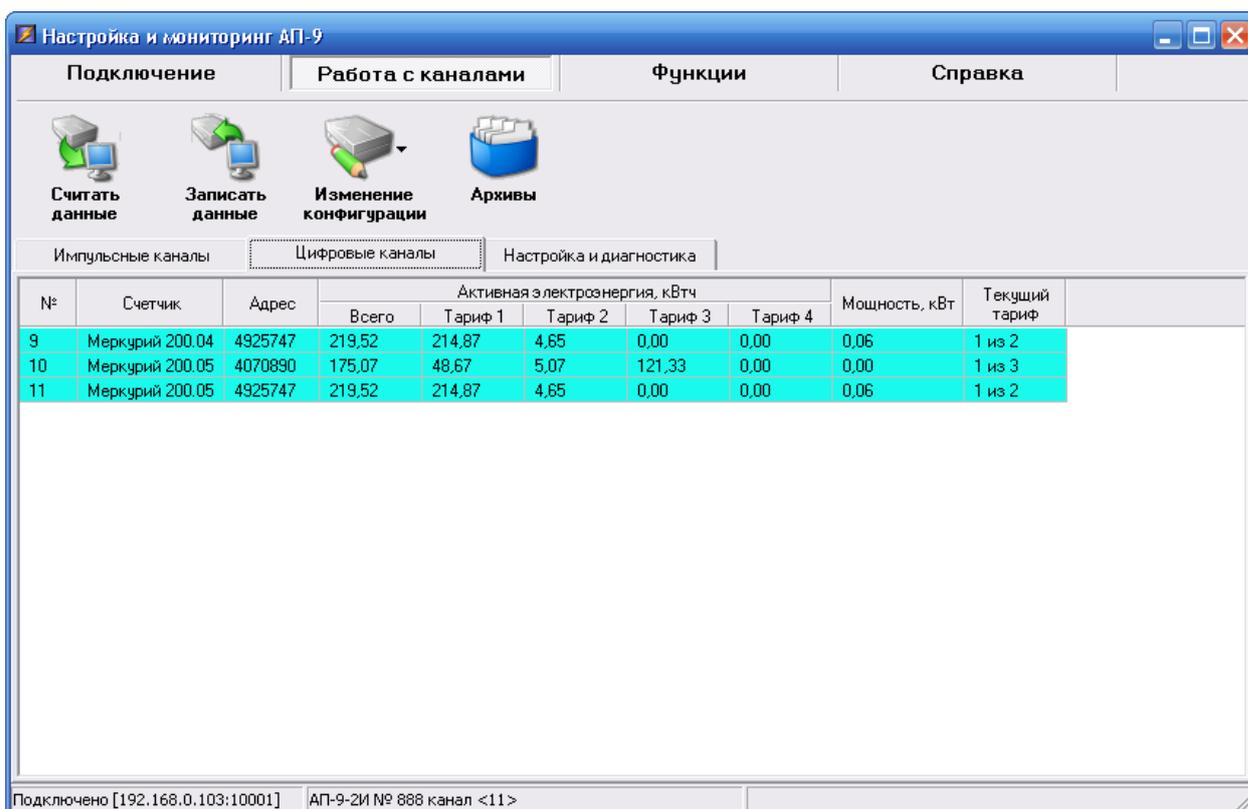

Рисунок 11. Окно настройки цифровых каналов
- на панели инструментов нажать кнопку «Считать данные» - появится список приборов, подключенных к АП-9 по цифровым каналам (рисунок 11).